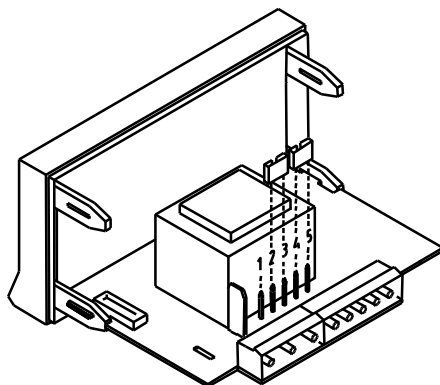

Fig. 9.2. Sélecteur d'alimentation pour 230 VAC ou 48
**115/230 V AC:** Les instruments avec alimentation 115/230 V AC, sont livrés pour un raccordement à 230 V AC, voir figure 9.2. Si on désire passer l'alimentation à 115 V AC, réaliser les ponts comme indiqué à la figure 9.3 et dans le tableau 1. L'étiquette de l'instrument devra être mise à jour.
**24/48 V AC:** Si l'instrument a été commandé avec alimentation 24/48 V AC sont livrés pour un raccordement à 24 V AC, voir figure 9.3. Si on désire passer l'alimentation à 48 V AC, réaliser les ponts comme indiqué à la figure 9.2 et dans le tableau 1. L'étiquette de l'instrument devra être mise à jour.